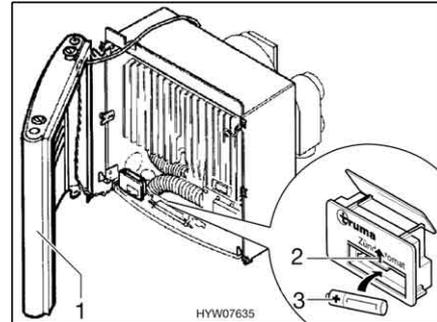

Bild 123 Heizung geöffnet
- Verkleidung (Bild 123,1) seitlich anstellen, damit die Anschlusskabel für das Warmluftgebläse sowie für die Zünd-Kontroll-Lampe nicht ausgesteckt werden müssen.
- Die Abdeckung des Batteriefachs am Zündautomaten (Bild 123,2) nach oben schieben.
- Eine neue Batterie (Bild 123,3) gleichen Typs polrichtig (+/-) in das Batteriefach des Zündautomaten einsetzen. Nur temperaturbeständige (+70 °C) und auslaufsichere Mignon-Batterien verwenden.